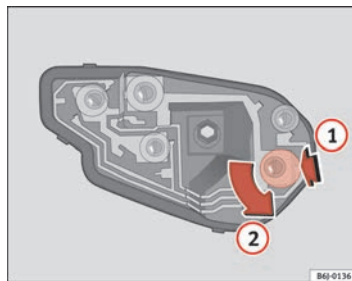

Fig. 146 Cambio lampade luci posteriori
- Una volta tolto il portalampade, premere nel senso indicato dalla freccia **1** e ruotare contemporaneamente nel senso indicato dalla freccia **2** ⇒ pag. 229, fig. 146. ■